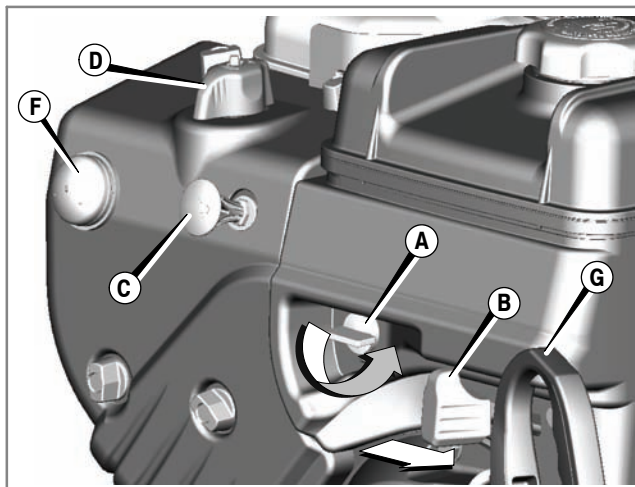

Figura 7
Portare la leva di comando dell'acceleratore (B), se presente, in posizione FAST (Figura 7). Far funzionare il motore con il comando dell'acceleratore in posizione FAST.
4. Ruotare il rubinetto carburante (A), se presente, in posizione ON (Figura 7).
5. Spingere a fondo la chiave di sicurezza (C).
6. Ruotare il pomello di comando dell'aria (D) in posizione di aria chiusa (choke) (Figura 7).
7. Premere il primer (F) due volte. Vedere Figura 7.
8. **Avviamento a strappo:** Afferrare saldamente l'impugnatura della fune di avviamento (G, Figura 7). Tirare lentamente la fune finché non si sente una certa resistenza, quindi tirarla con forza.